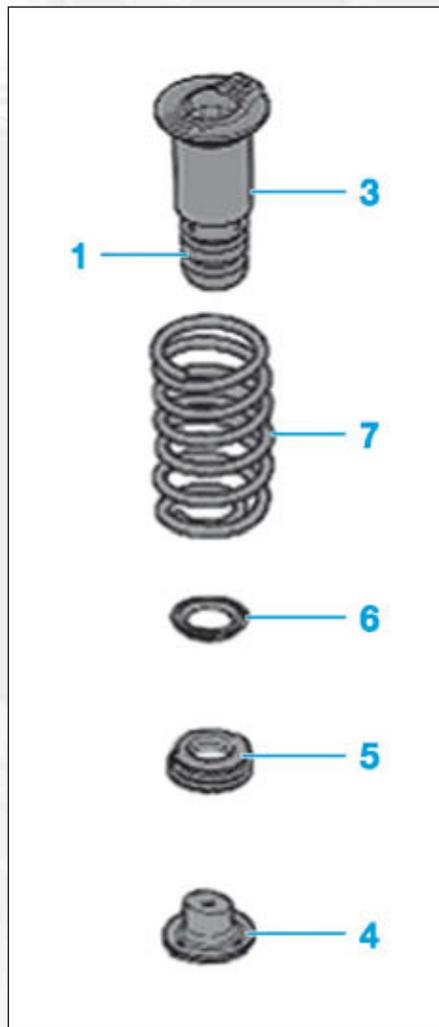

FIG.25
- la coupelle supérieure (3) de ressort (Fig.25),
- la butée (1),
- la coupelle inférieure (4),
- la coupelle intermédiaire (5),
- la coupelle d'appui (6),
- le ressort de suspension (7).